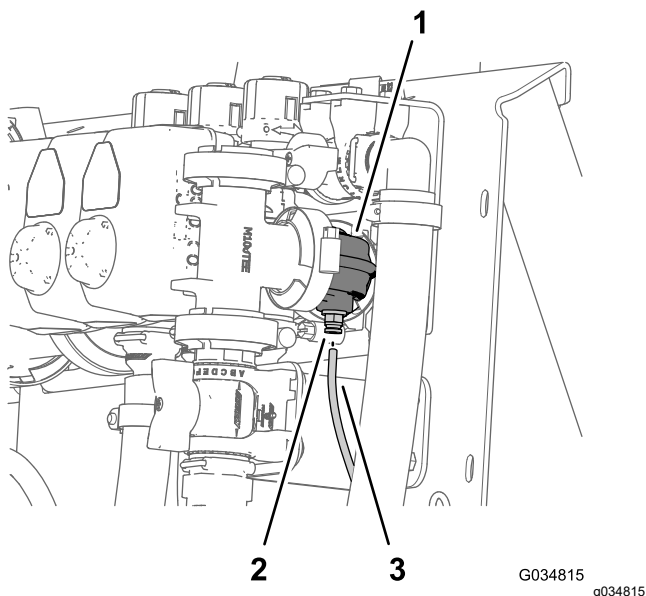
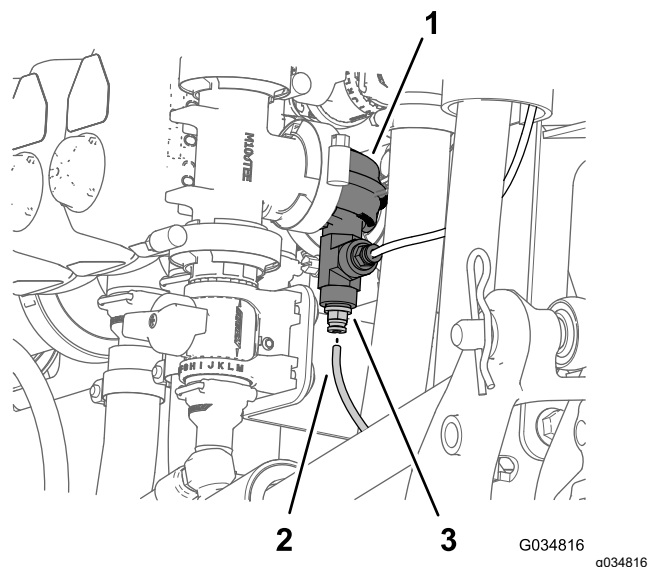

Рисунок 12
Рисунок 13
1. Нажмите на запорное кольцо соединительной муфты прямоугольного колена клапана правой секции стрелы (Рисунок 12 или Рисунок 13).
2. Вытяните трубку датчика давления для манометра на приборной панели из соединительной муфты (Рисунок 12 или Рисунок 13).